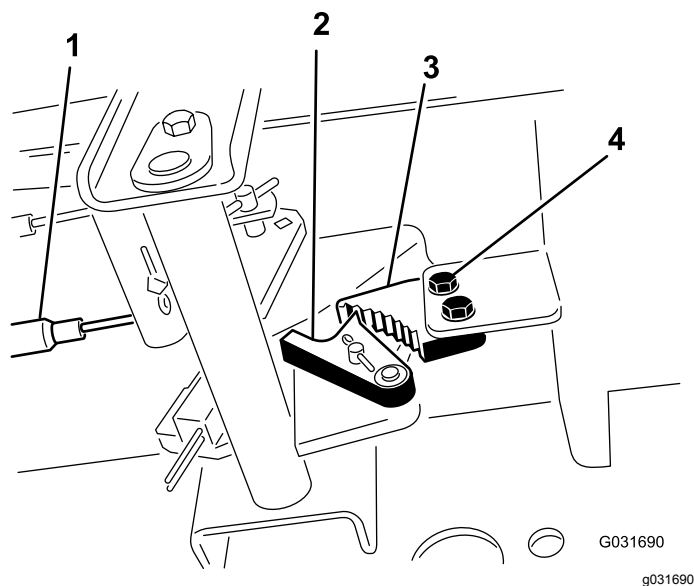

Figura 84
1. Solte os 2 parafusos que prendem a lingueta do travão de estacionamento à estrutura (Figura 84).
2. Carregue no pedal do travão para a frente até o detentor do estacionamento engatar completamente na lingueta do travão (Figura 84).